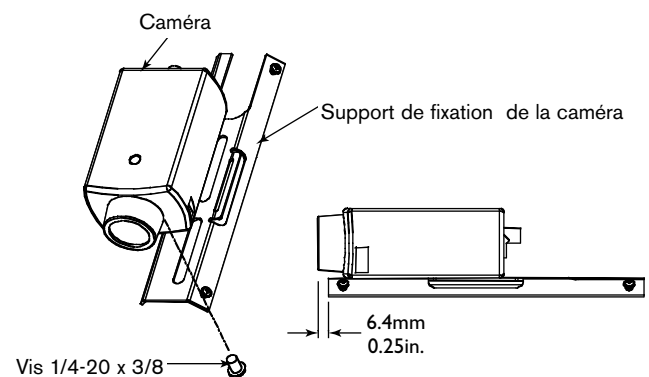

FIGURE 4 Fixation de la caméra
- 3b. Utilisez la vis 1/4-20 x 3/8" pour fixer la caméra au support de fixation correspondant. L'objectif doit dépasser d'environ 6 mm dudit support. Veuillez vous référer à la figure 4.